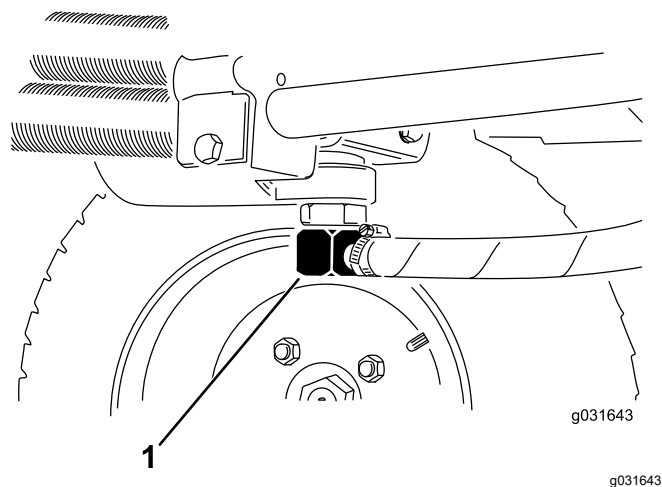

Figura 66
2. Desconecte el tubo hidráulico o retire el filtro hidráulico y deje fluir el aceite hidráulico en un recipiente apropiado (Figura 68 y Figura 66).
3. Vuelva a colocar el tubo cuando el aceite hidráulico se haya drenado (Figura 66).